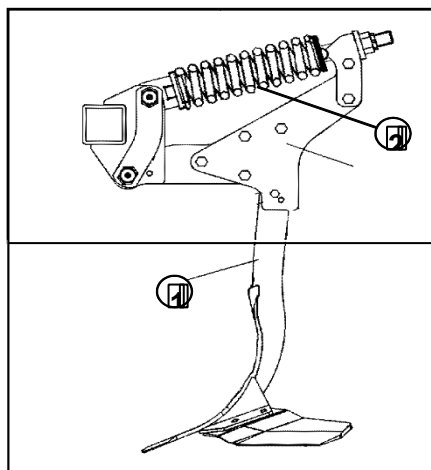

Рис.4.11
Зубья (1) рабочих секций «П» рис. 4.11 оснащены автоматическим устройством защиты от перегрузки с нажимными пружинами (2) с большим предварительным натяжением.